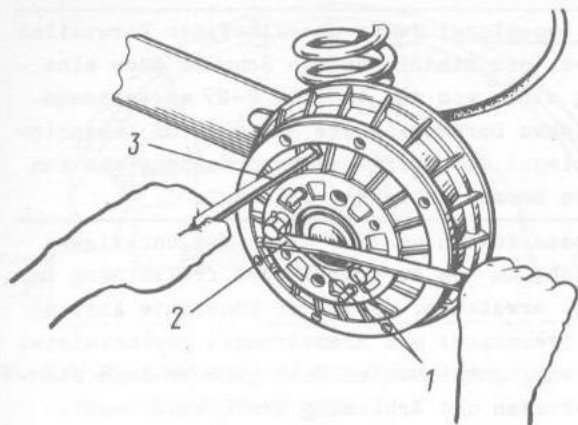

Bild 6-19. Verschiebung der vorderen Bremsbacke an Hinterradbremse mit Hilfe einer Stange bei beträchtlichem Verschleiß derselben mit Bildung eines Randwulstes:
- mit irgendeinem Dreheisen (z.B. mit Montiereisen) mit Abstützung an Radbefestigungsschrauben die Bremstrommel so zur Seite des Radzylinders (Bild 6-19) drehen, daß die Bremsbacke versetzt wird, wobei der Ring der automatischen Abstandsregelung im Arbeitszylinder verschoben wird;